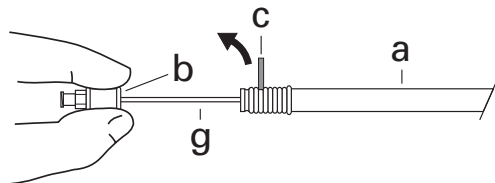

Fig. 5
3. Hold kanylefestet (b) på metallkanylen (g) stødig. Fjern den røde sikkerhetslåsen for å anlegge stenten (c). (Fig. 5)